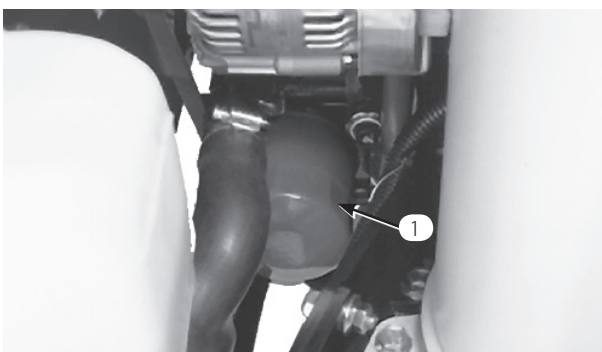

図 45
2. オイル・フィルタ (図45) を取り外す。新しいフィルタのシールに薄くエンジン・オイルを塗って取り付ける。締めすぎないように注意すること。